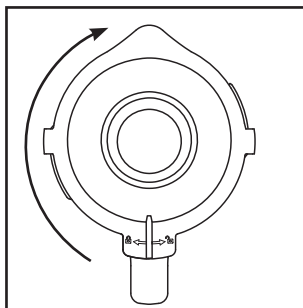

Fig. 2
- 4) Appuyez à nouveau fermement le couvercle **2** sur le bol mixeur **3** de manière décalée. Refermez le couvercle **2** en le tournant dans le sens horaire jusqu'à ce qu'il encrante audiblement en position ☑ (voir fig. 2). Veillez à ce que le bec verseur du bol mixeur **3** soit fermé. Le moteur ne peut démarrer que si le couvercle **2** est posé de manière alignée.